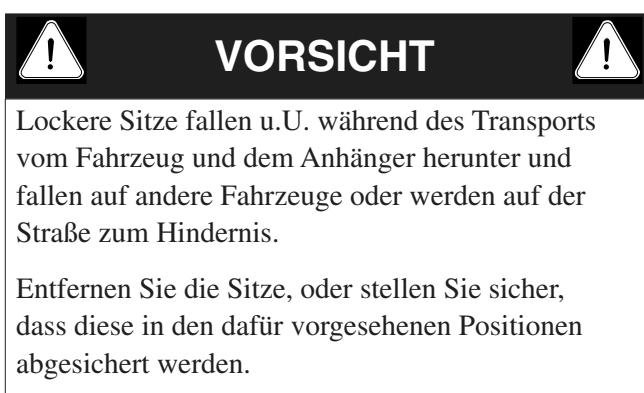

Bild 13
2. Befestigen Sie ein Schleppkabel an der Lasche am vorderen Chassisteil (Bild 13).